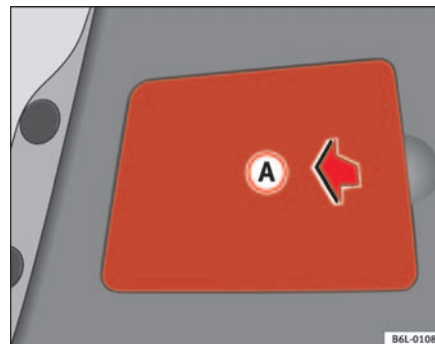

Fig. 153 Luz trasera en el capó
- Retire la cubierta de plástico **(A)** ⇒ página 230, fig. 153, introduzca el dedo en la hendidura y tire en el sentido de la flecha.